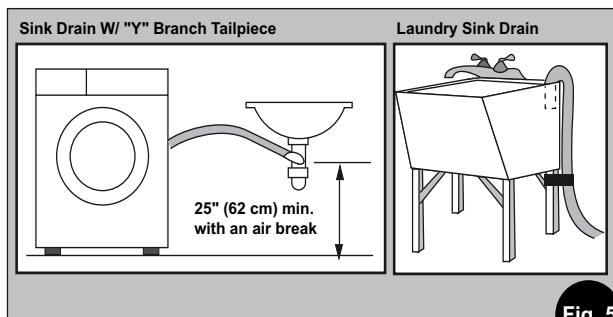

Fig. 5
**Décharge sous évier :** le raccordement au système d'évacuation du bac doit se trouver au-dessus du siphon (Fig. 5). Lorsque la décharge est encastrée dans des parois ou des murs, utilisez un matériau de protection (ruban isolant ou adhésif en toile) pour couvrir les bords tranchants susceptibles d'endommager la conduite. Utilisez un système de fixation adapté pour raccorder la décharge à la bifurcation ou au broyeur. En présence d'une décharge sous évier, vous pouvez effectuer le raccordement directement aux éléments suivants : 1) à un broyeur en respectant les techniques de fixation prévues par le fabricant. 2) directement à un about de bifurcation (disponible dans la plupart des quincailleries).